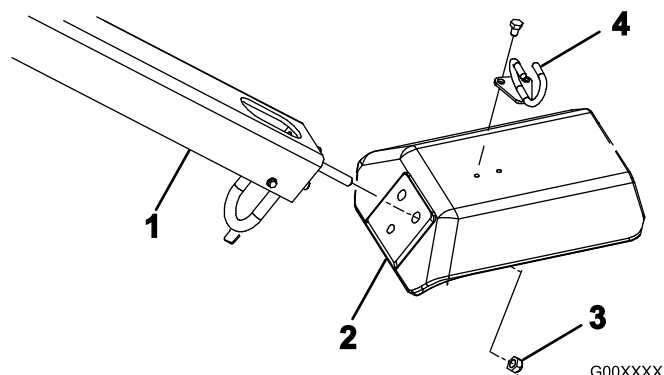

Figura 4
2. Inserite i prigionieri di montaggio dell'impugnatura nei fori della forcella (Figura 4).
3. Fissate i prigionieri dell'impugnatura alla forcella con 3 dadi di bloccaggio (1/2 poll.) (Figura 4)
5. Montate la guida del cavo in cima alla forcella con 2 bulloni (5/16 x 1/2 poll.) (Figura 4).